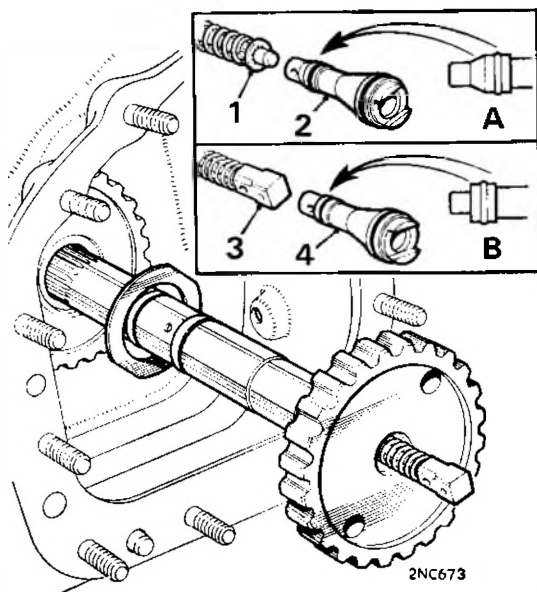

Fig. Fa. 9
10. Sfilare l' albero di uscita in avanti e togliere la valvola di arresto della retromarcia che va contrassegnato per facilitare l' operazione di montaggio. La trasmissione del modello Mk. II è dotata di valvola di arresto con pattino di spinta in bronzo (vedi figura Fa. 9) ed un nuovo tipo di pistoncino per valvola con sede quadrata. Questi sono intercambiabili solo in coppia e si consiglia la sostituzione con modello più recente quando si esegue il riassetto della trasmissione.
30. Installare l'albero di uscita in avanti, unitamente alla relativa rosetta bimetallica (vedi figura Fa. 9) attraverso il complessivo dell'ingranaggio di uscita. Assicurarsi che il giusto tipo di valvole di arresto della retromarcia sia sito sul terminale dell'albero (vedi punto 10) e che gli anelli sull'albero siano in ottime condizioni.